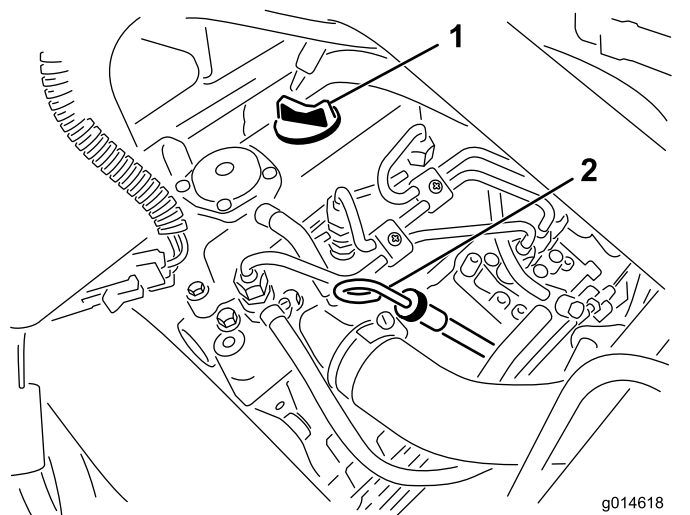

Рисунок 33
- Выньте масломерный щуп и протрите его чистой ветошью (Рисунок 33).